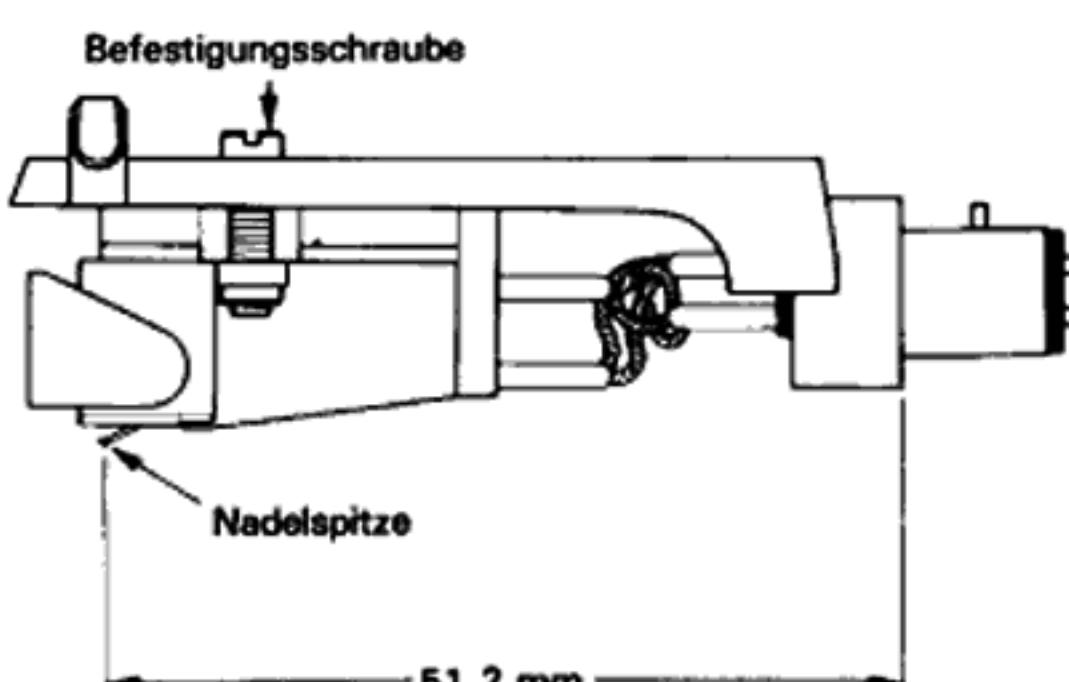

Fig. 11
- Das Tonabnehmersystem mit je zwei Schrauben, Unterlegscheiben und Rundmuttern am Tonkopf anbringen. Die Schrauben jedoch noch nicht fest anziehen. Als nächstes wird der Überhang eingestellt. Fig. 11 zeigt den Tonkopf mit dem Tonabnehmersystem in der Seitenansicht und in natürlicher Größe. Den Tonkopf so auf die Abbildung legen, daß er mit deren Umriß deckungsgleich ist. Dann das Tonabnehmersystem unter Bezugnahme auf die Lage der Abtastnadel ebenfalls auf die Abbildung ausrichten und die beiden Schrauben fest anziehen.